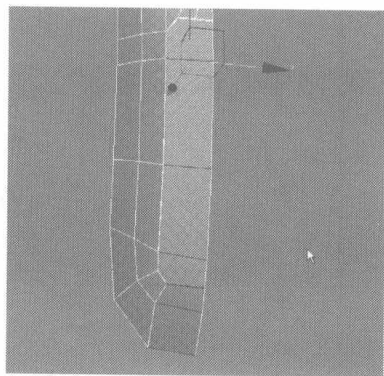
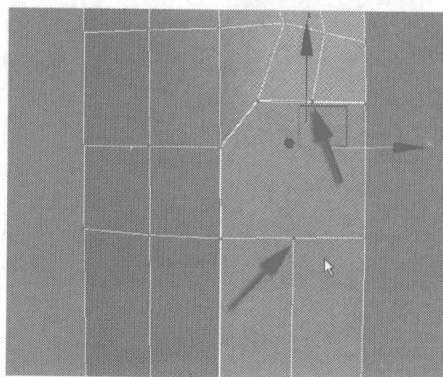

图 3.73
图 3.74
- 08** 选择如图 3.73 所示的边线，单击右键，选择 Connect 命令为其中间添加一条细分线，细分该面。再选择如图 3.74 所示的两个节点，在 Edit Vertices 卷展栏中单击 **Connect** 按钮，为两点之间添加一条曲线。